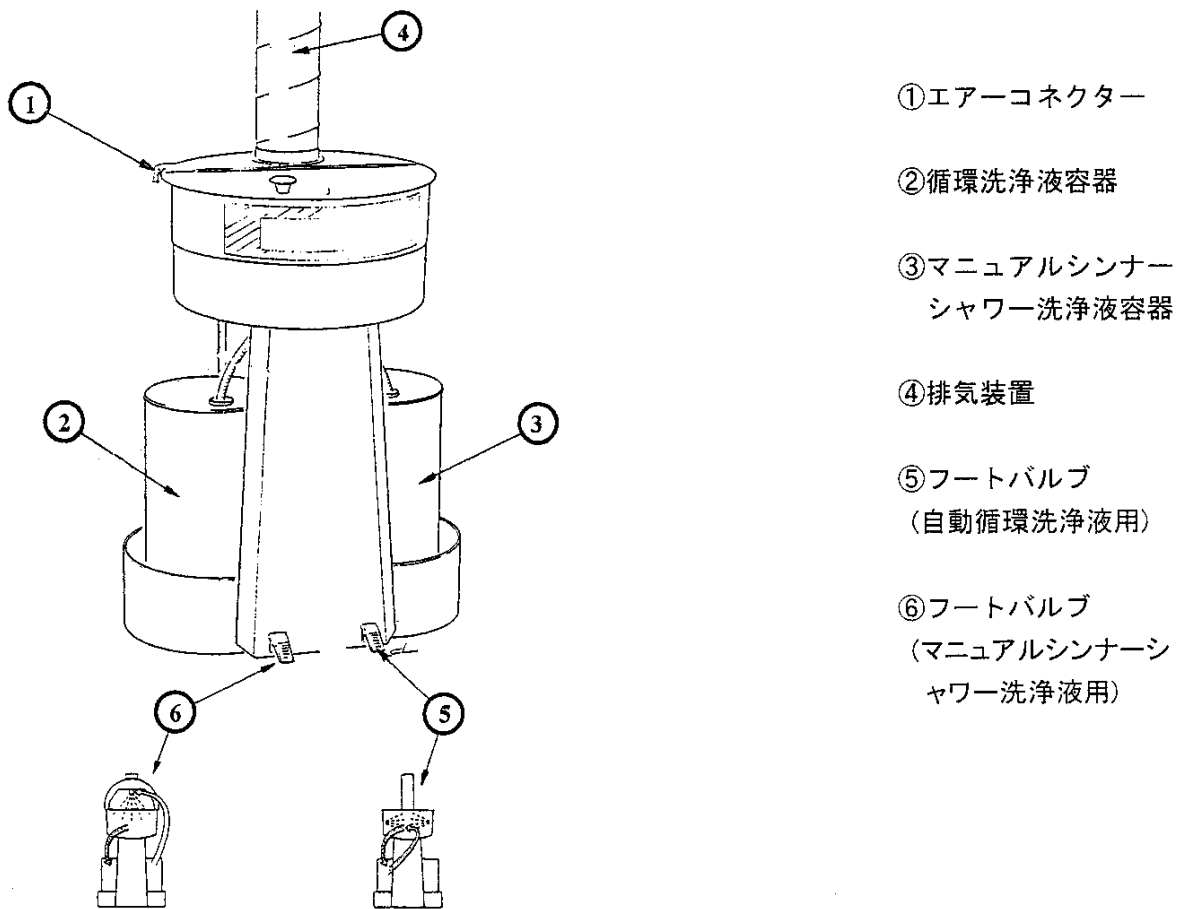

図1
4. 本機左側のエアコネクター(図1の①)にスプレーガンからのクイックカプラーを接続します。このエアラインは洗浄後のスプレーガン内部を吹き清めるために使用します。
6. 洗浄液を約半分入れた容器を本機左側に置きます。(図1の②循環洗浄液容器)
別に、新しい洗浄液の容器を本機右横に置きます。(図1の③マニュアルシンナーシャワー洗浄液容器)
4. 蓋を閉め、図1⑤のフットバルブを踏んで自動洗浄を開始します。ここでスプレーガンは約1.5分間循環洗浄液により自動的に洗浄されます。
5. この自動循環洗浄が終了したら、蓋を開けてスプレーガンを取り出します。ここで必要に応じて新しい洗浄液で手洗いをを行います。左のフートバルブ(図1⑥参照)を踏むと、蓋の裏側の手洗い用ノズル(マニュアルシンナーシャワー)から新しい洗浄液が噴出します。その噴霧は排気装置により排出されます。蓋を開ければ排気装置が作動し始めます。
注意:手洗いで使用した洗浄液は、循環洗浄液容器(図1②)に溜められますので循環洗浄液容器がいっぱいにならないように注意して下さい。あふれると、目などに入る可能性があり非常に危険です。
6. 最後にスプレーガン 에어で吹き清掃します。本機左横にあるエアークネクター(図1①)に接続し、蓋の裏側の漏斗型吸引口にスプレーガンのノズルを向けて空吹きします。こうすると洗浄液の噴霧は本機に回収されます。
- 循環洗浄液容器(図1②)は洗浄液があふれないように定期的に点検して下さい。